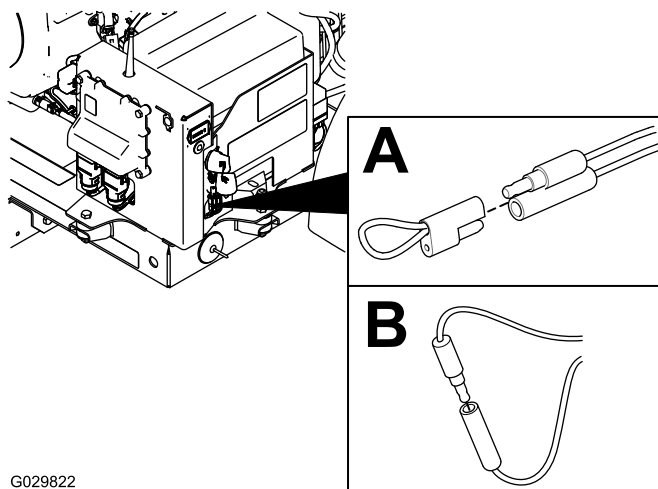

Figura 36
2. Retire el tapón de los 2 conectores de derivación diagnósticos (Figura 36, A).
3. Conecte entre sí los conectores de derivación diagnósticos (Figura 36 B).